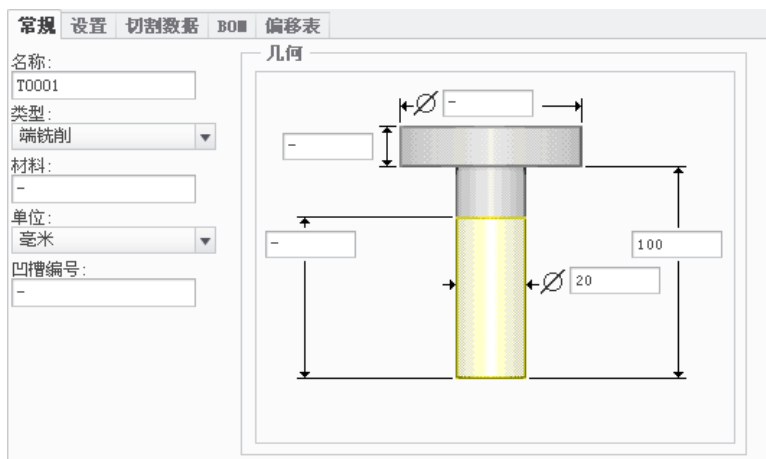

图 3.4.5 设定刀具一般参数
Step5. 在弹出的“刀具设定”对话框中的 **常规** 选项卡中设置图 3.4.5 所示的刀具参数，设置完毕后依次单击 **应用** 和 **确定** 按钮，返回到“铣削工作中心”对话框。在“铣削工作中心”对话框中单击 按钮，返回到“操作”操控板。